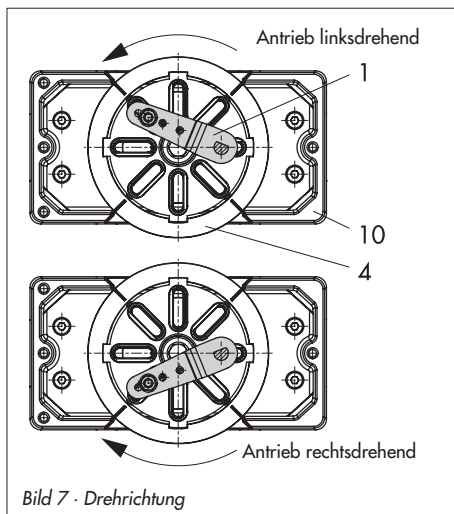

Bild 7 · Drehrichtung
8. Stellungsregler auf das Gehäuse (10) setzen und festschrauben. Dabei den Hebel (1) so ausrichten, dass er unter Berücksichtigung der Drehrichtung des Antriebs mit seinem Abtaststift in den entsprechenden Schlitz eingreift (Bild 7).